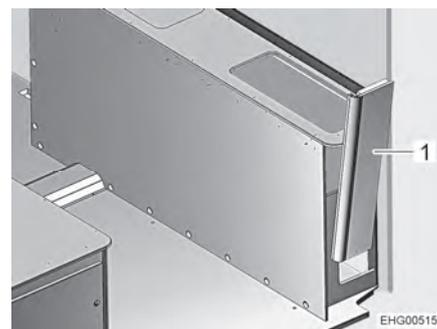

Fig. 122 Coffre de banquette droit, paroi latérale
- Retirer la paroi latérale (Fig. 122,1) par le haut en exerçant de légères secousses.